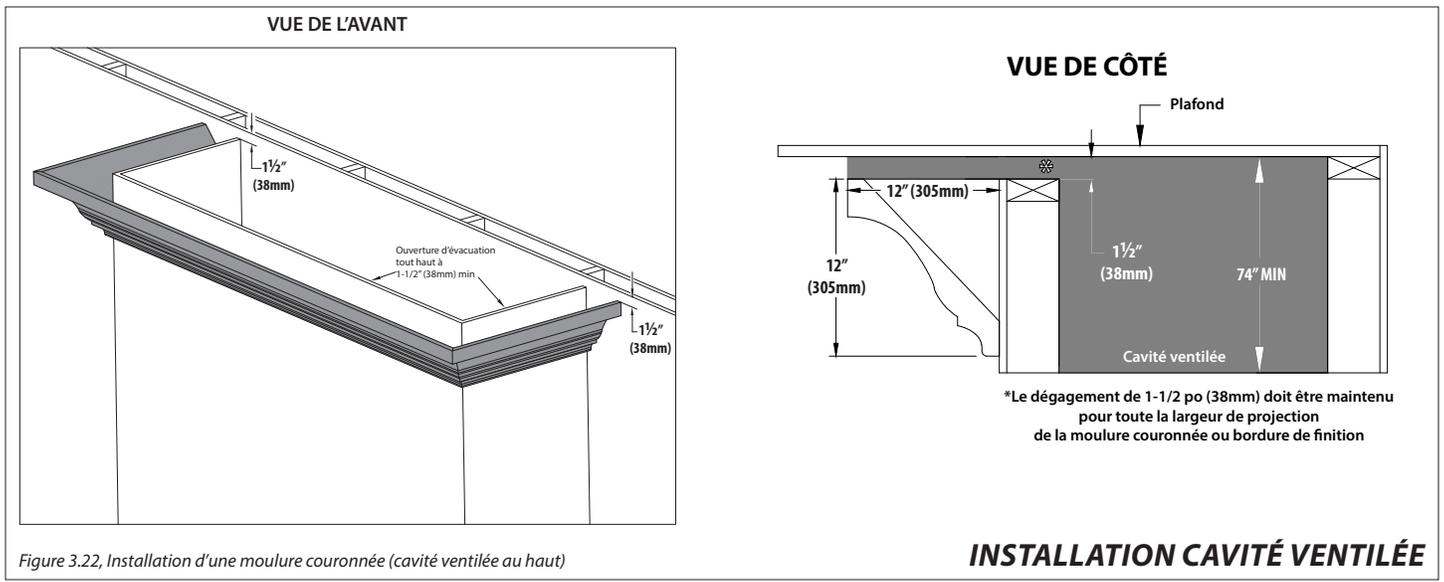

Figure 3.22, Installation d'une moulure couronnée (cavité ventilée au haut)
- La Figure 3.22 montre l'installation d'une moulure couronnée (ou bordure de finition similaire) allant jusqu'au bord de l'ouverture d'évacuation d'air. Cette moulure ou bordure ne doit pas réduire la surface d'ouverture minimale.
- La Figure 3.22 de la page suivante montre une autre installation possible pour l'option de cavité ventilée à tout haut, avec une évacuation d'air en saillie devant l'ouverture d'évacuation d'air. Cette méthode d'installation peut servir à dissimuler l'ouverture d'évacuation d'air.